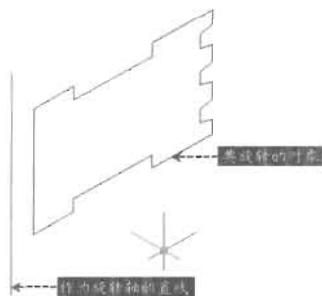

图 14-71
(1) 根据原始文件路径打开图形, 如图 14-71 所示。